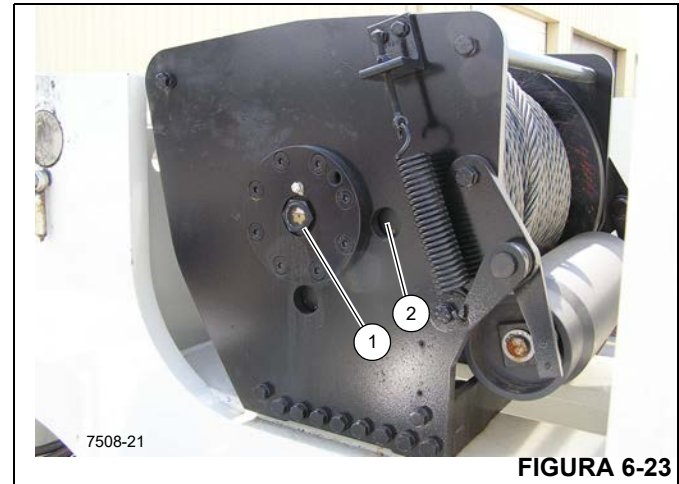

FIGURA 6-23
3. Verifique o nível de lubrificante. O nível do óleo deve ser visível no indicador visual (1, Figura 6-23).
- a. Limpe em torno do bocal de enchimento (2) e remova o bocal de enchimento.